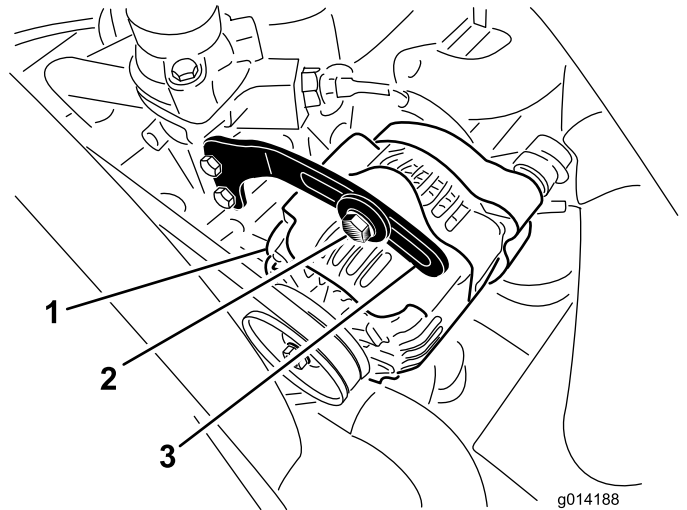

Figura 45
2. Controllate la tensione della cinghia dell'alternatore premendola (Figura 45) al centro tra l'alternatore e le pulegge dell'albero a gomito con una forza di 10 kg.
3. Allentate il bullone che fissa il supporto all'alternatore (Figura 45) e il bullone di rotazione dell'alternatore.